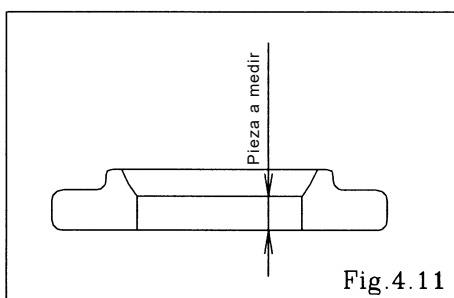

Fig.4.11
- Asiento de la válvula [Fig. 4.11]